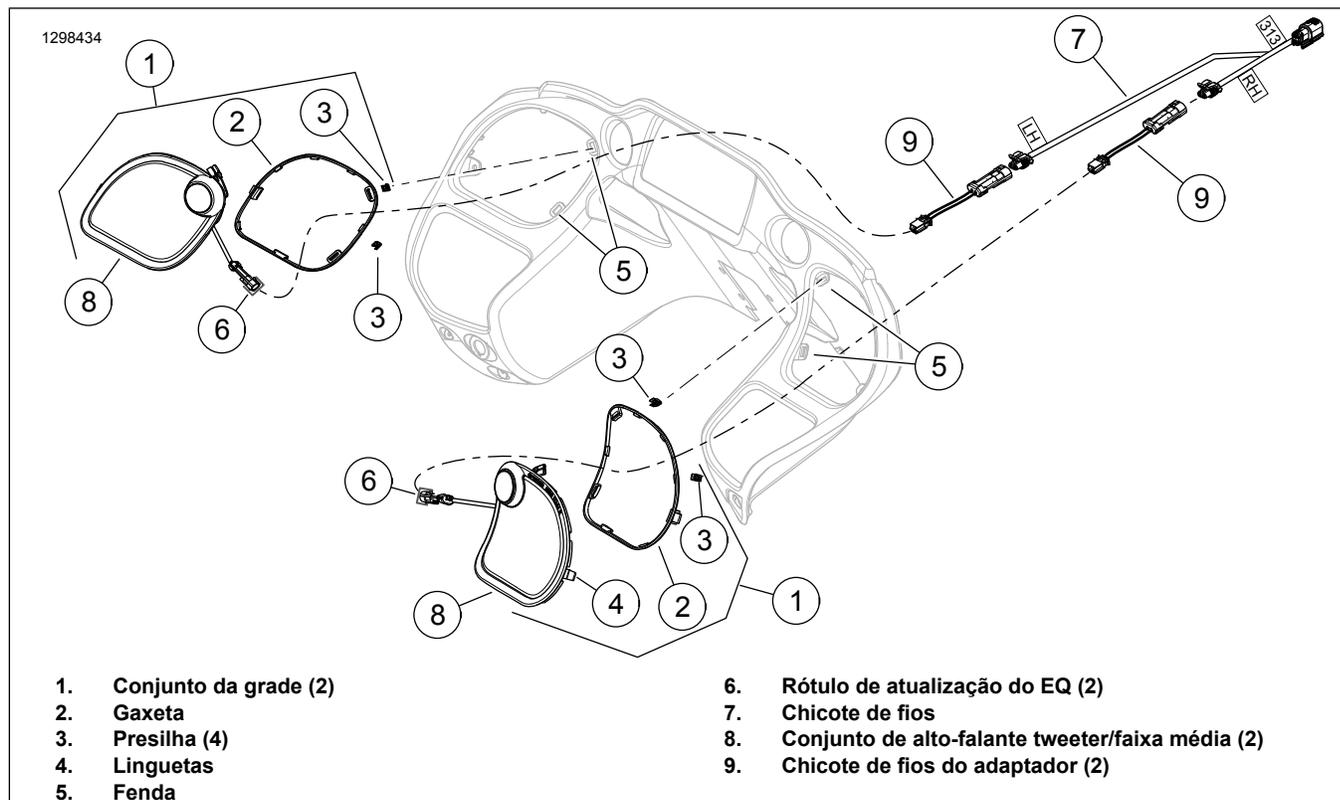
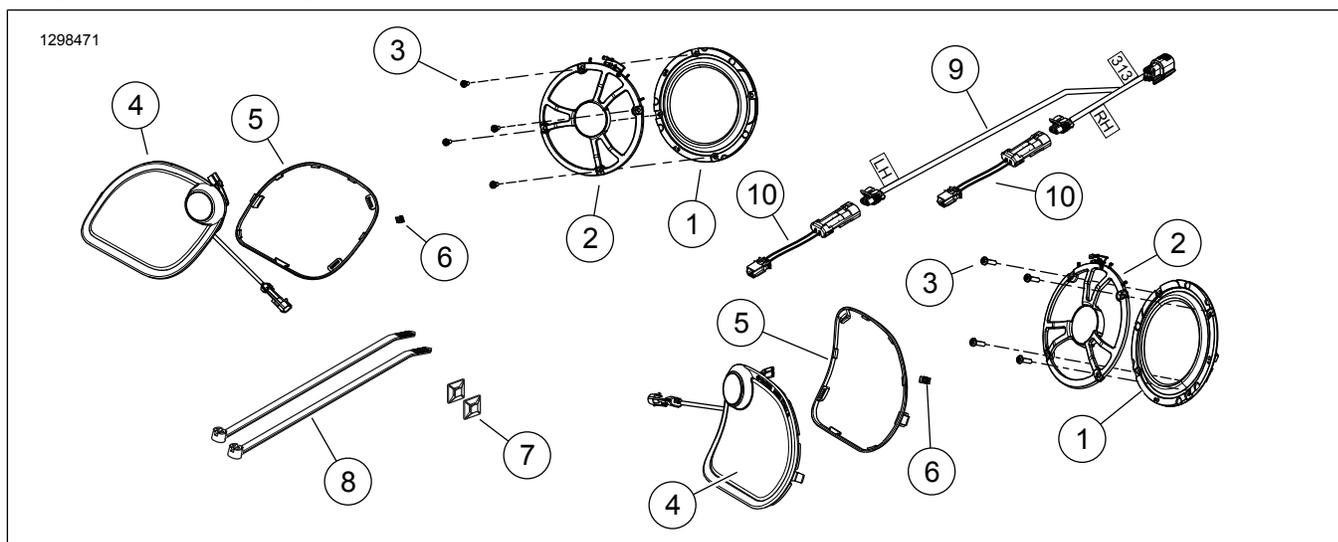

Figura 2. Alto-falante tweeter/faixa média e grade
Figura 4. Peças de reposição, Kit de alto-falante da carenagem BOOM! Audio Stage II (FLTR)
Veja Figura 4 e Tabela 1 .
5. Veja Figura 2 . Instale o conjunto de grade (1):
- b. Verifique se a gaxeta de borracha (2) está no local adequado ao redor do perímetro da grade. Verifique se as duas presilhas (3) estão no local adequado nas guias das grades (4). Substitua os componentes se estiverem danificados ou faltando.
- d. Encaixe a guia (4) no lado externo da abertura do alto-falante.
- e. Encaixe as presilhas de segurança da grade nas fendas (5).
7. Veja Figura 2 . **TODOS os modelos:** posicione o chicote de fios (7) dentro da carenagem interna.
O chicote de fios do adaptador (9) do Figura 2 ou o chicote de fios do adaptador (10) do Figura 4 são necessários para a geração dos auto-falantes identificados neste kit, mas podem não ser necessários em todos os modelos. Algumas combinações entre auto-falantes e chicote de fios podem ter conexões do chicote de fios que sejam diferentes. Use um adaptador (69200925) para resolver a conexão.
9. Veja Figura 4 . Adicione o chicote de fios do adaptador (10) do kit.
10. Veja Figura 2 . Junte o chicote de fios do adaptador ao chicote de fios (7).